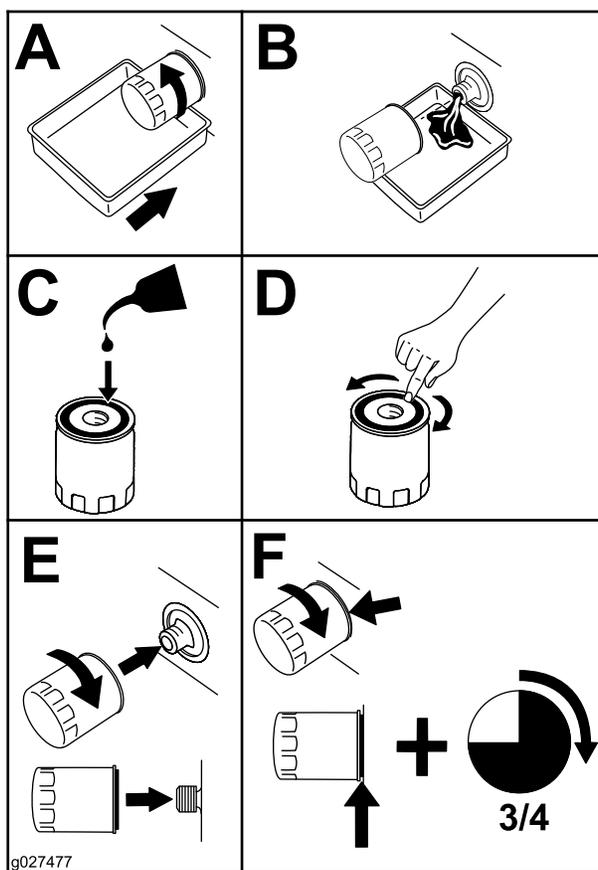

Рисунок 21
3. Снимите масляный фильтр двигателя (Рисунок 21). После слива масла установите новый масляный фильтр.